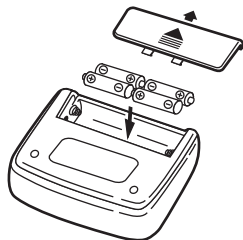

Рис.1
1. Відкрийте кришку відсіку для елементів живлення й вставте 4 елементи типу AA як зазначено на схемі, розташованій усередині відсіку. Переконайтеся, що полярність дотримана. Не докладайте надмірних зусиль при знятті кришки відсіку для елементів живлення (рис. 1).